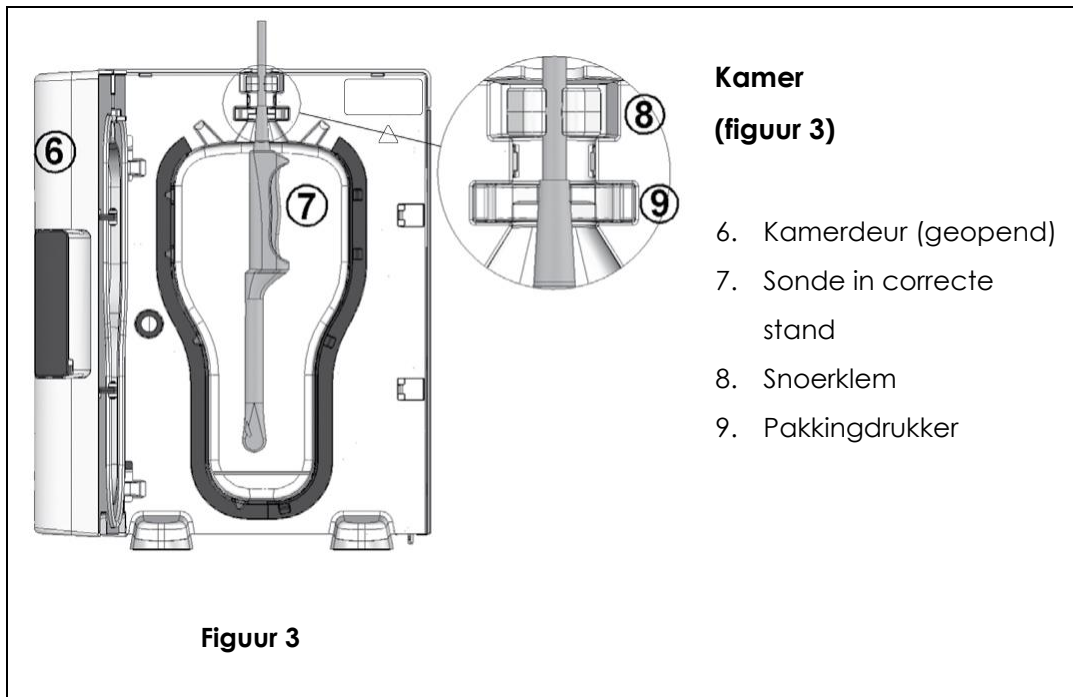

Figuur 2
Achterpaneel (figuur 2)
2. Zet het apparaat waterpas door de achterste poten rechts- of linksom te draaien (zie figuur 2). Zorg dat de poten altijd onder het apparaat zitten en dat ze niet loszitten.